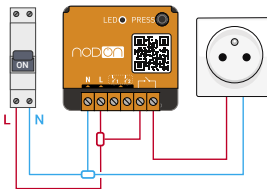

Figure 2
- 3 Câblez le module multifonction selon le schéma figure 2.